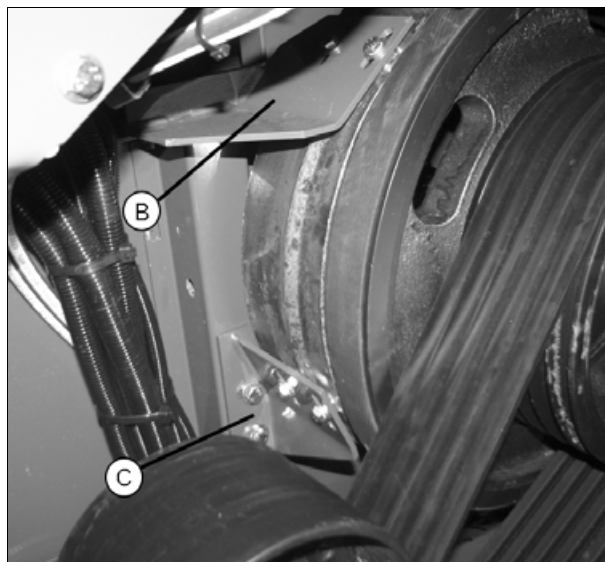
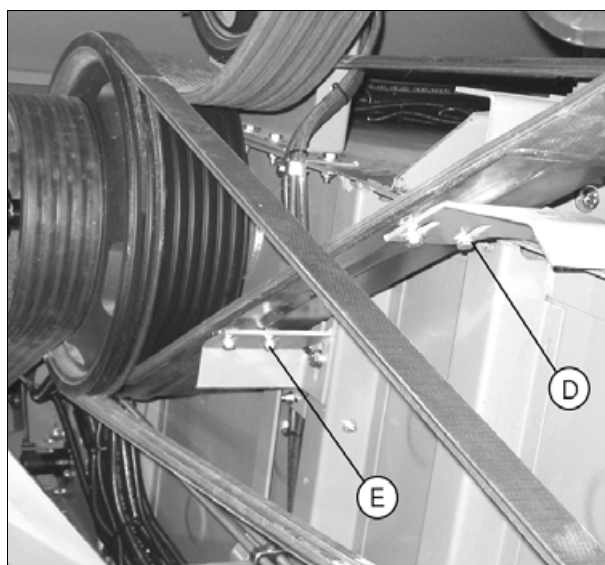

Рис. 5.
Рис. 6.
- Отверните крепления кронштейнов направляющих ремня в точках (B), (C) (рис. 5), (D) и (E) (рис. 6).